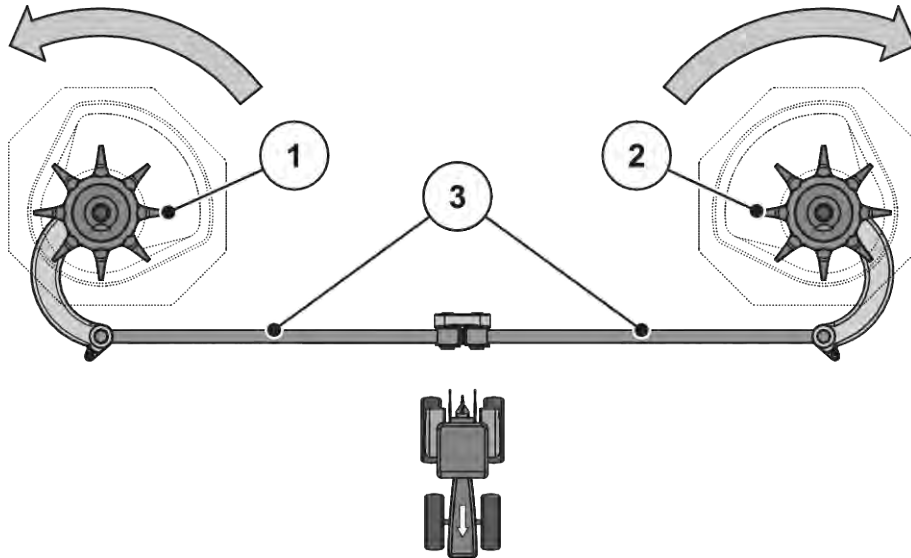

Abb. 56: Rührwerksantrieb prüfen
- Rührkopf von Hand **in die Drehrichtung der Wurfscheibe** drehen. Siehe *Abb. 56 Rührwerksantrieb prüfen*.
- Rührkopf von Hand oder mithilfe eines Ölfilterbandes kräftig **gegen die Drehrichtung der Wurfscheibe** drehen. Siehe *Abb. 56 Rührwerksantrieb prüfen*